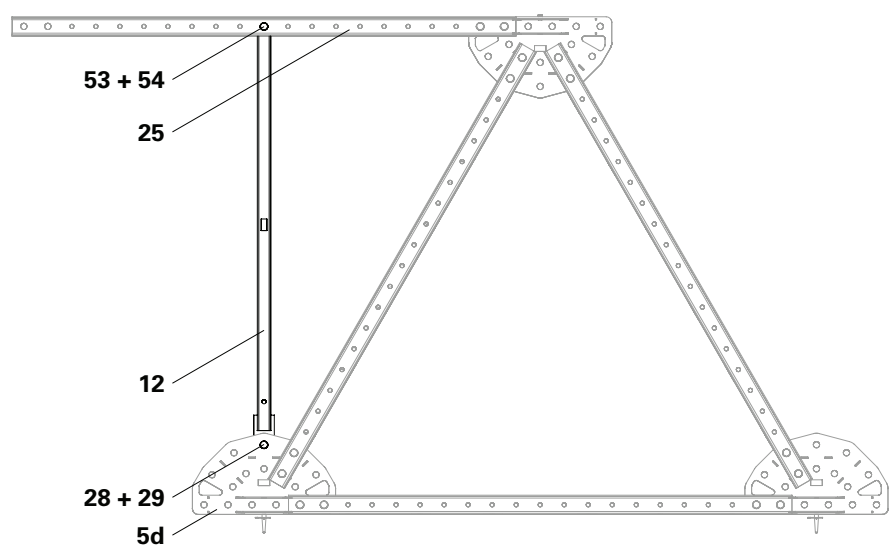

Fig. A4.11
5. Avvitare la barra verticale (**12**) con 1x perno Ø 21 (**53**) nei correnti in acciaio 262 (**25**) e fissare con un inserto a molla 4/1 (**54**). (Fig. A4.11)